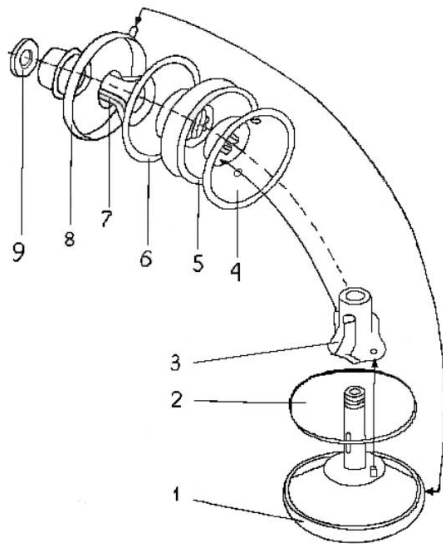

Рисунок 3
8.3 Сборку барабана (рисунок 3) производить в следующей последовательности: